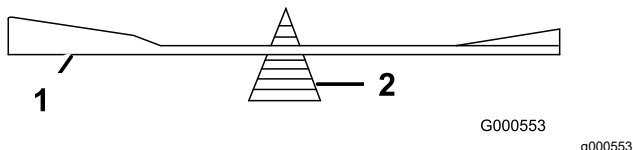

Figura 63
2. Controllate l'equilibrio della lama posizionandola su un bilanciatore (Figura 63).